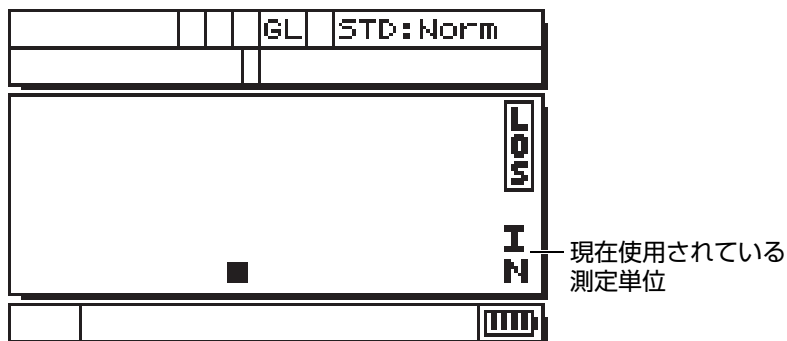

図 4-2 ゼロ画面
4. [2nd F], [CAL ZERO (ゼロ校正)] (Do-ZERO (自動ゼロ調整)) を押します。厚さ計は、ゼロを表示した後、測定画面を表示します（41 ページの図 4-2 参照）。